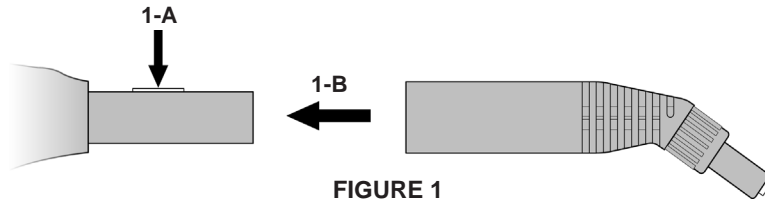

FIGURE 1
2. Abaissez le bouton bleu de verrouillage/dégagement (FIGURE 1-A). Continuez à maintenir le bouton abaissé et faites glisser l'accessoire sur l'Injecteur à vapeur (FIGURE 1-B). Poussez l'accessoire par-dessus le bouton et continuez à pousser jusqu'à ce que le bouton s'engage dans le trou rectangulaire.